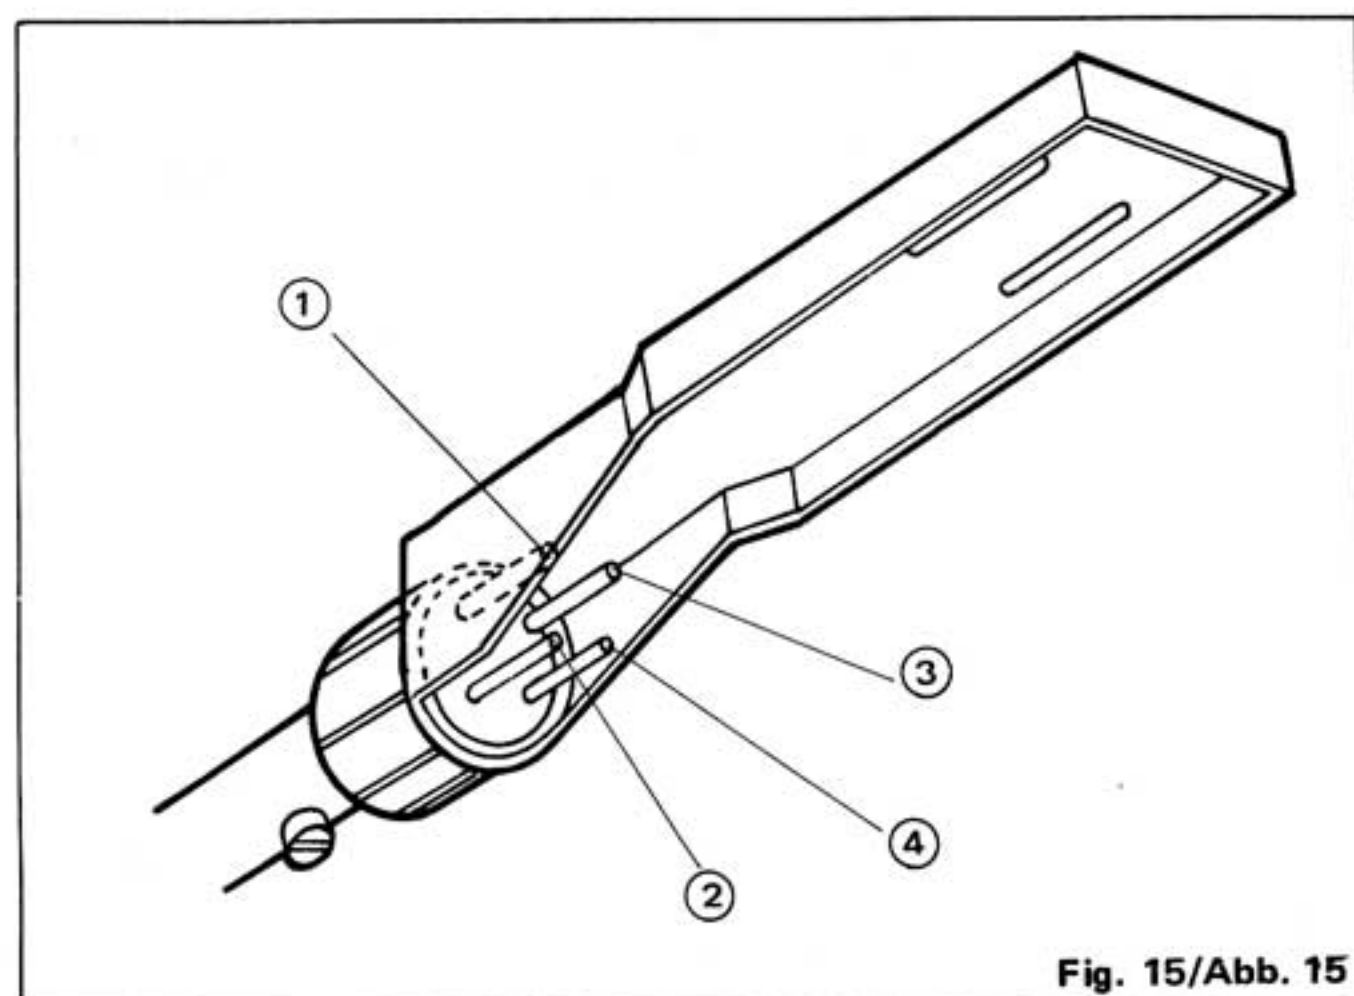
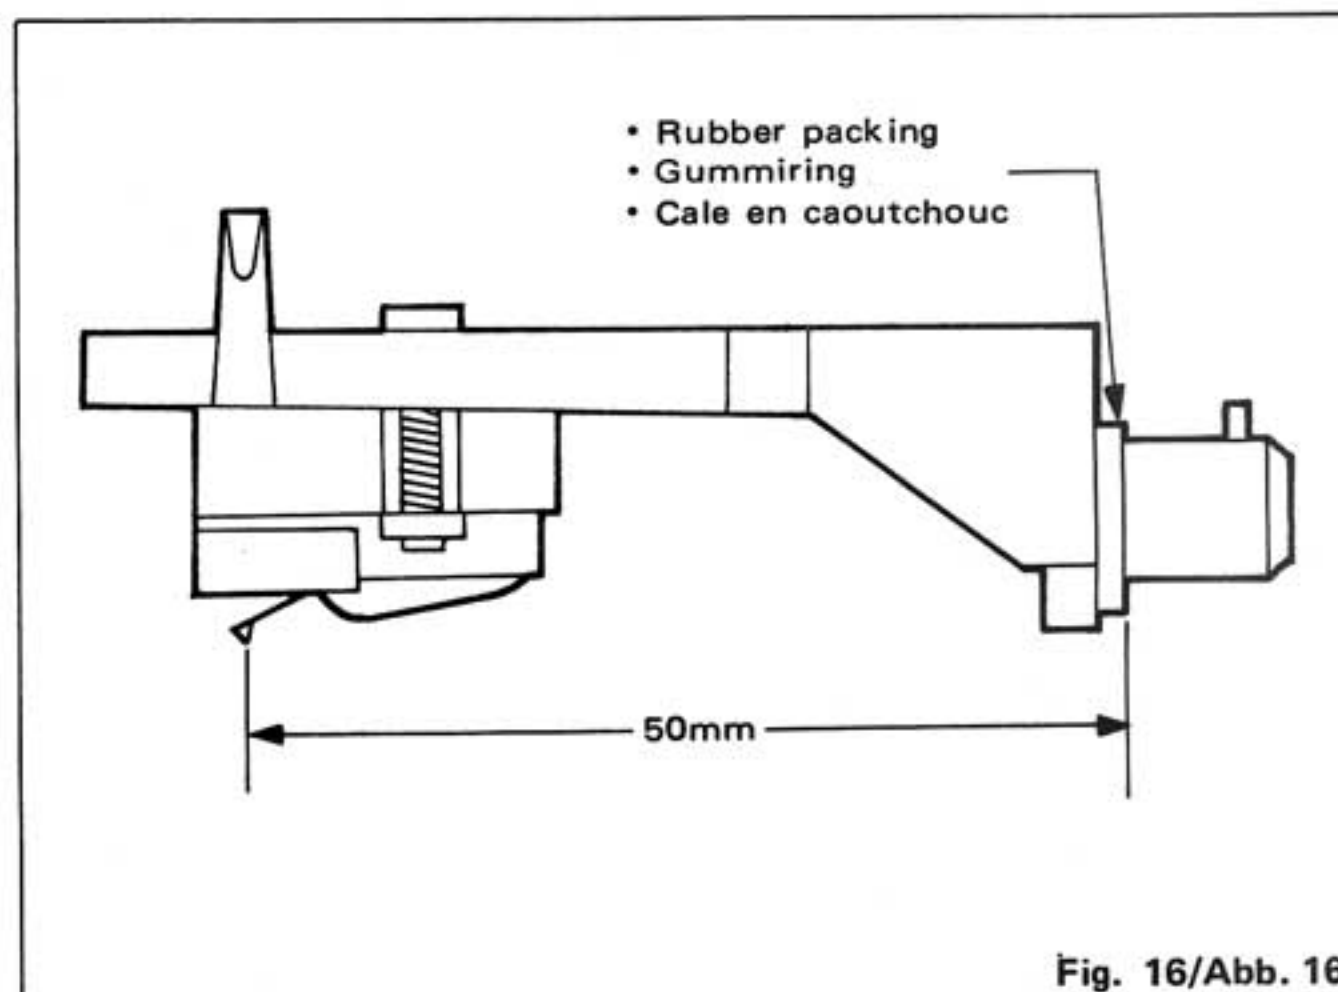

Fig. 15/Abb. 15
Fig. 16/Abb. 16
1. Referring to Fig. 15, connect the cartridge to the head-shell by use of leads.
- ① Left hot tip (White)
- ② Left Earth (Blue)
- ③ Right hot tip (Red)
- ④ Right Earth (Green)
2. Provide a distance of 50 mm between the stylus end and the rubber packing on the head-shell. (See Fig. 16)
1. Verbinden Sie die Kabel des Magnetsystems mit den im Tonkopf befindlichen Kontaktstiften wie in Abb. 15 gezeigt:
- ① Linker Kanal (Weiss)
- ② Masse links (Blau)
- ③ Rechter Kanal (Rot)
- ④ Masse rechts (Grün)
2. Der Abstand zwischen der Abtastspitze und dem Gummiring des Tonkopfes soll 50 mm betragen (siehe Abb. 16). Die Justierung lässt sich durch Verschieben des Tonabnehmersystems im Tonkopf (bei gelockerten Befestigungsschrauben) erreichen.
1. En se reportant à la Fig. 15, branchez la cellule dans la coque de tête au moyen des fils de jonction.
- ① Phase gauche (Blanc)
- ② Neutre gauche (Bleu)
- ③ Phase droite (Rouge)
- ④ Neutre droit (Vert)
2. Ménagez une distance de 50 mm. entre la pointe de l'aiguille et la cale en caoutchouc de la coque de tête. (Voir la Fig. 16)